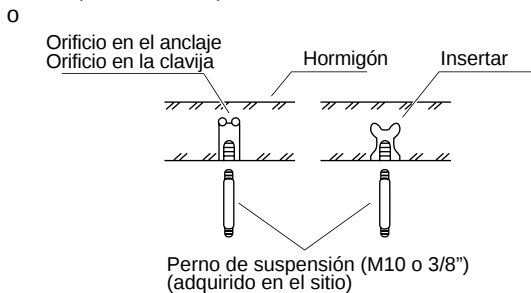

Fig. 3-91
- Inserte pernos de suspensión como se muestra en la Fig. 3-91.
- (2) Atornille los pernos de suspensión de forma que sobresalgan del techo como se muestra en la Fig. 3-91 (Si es necesario, corte el material que compone el techo.)